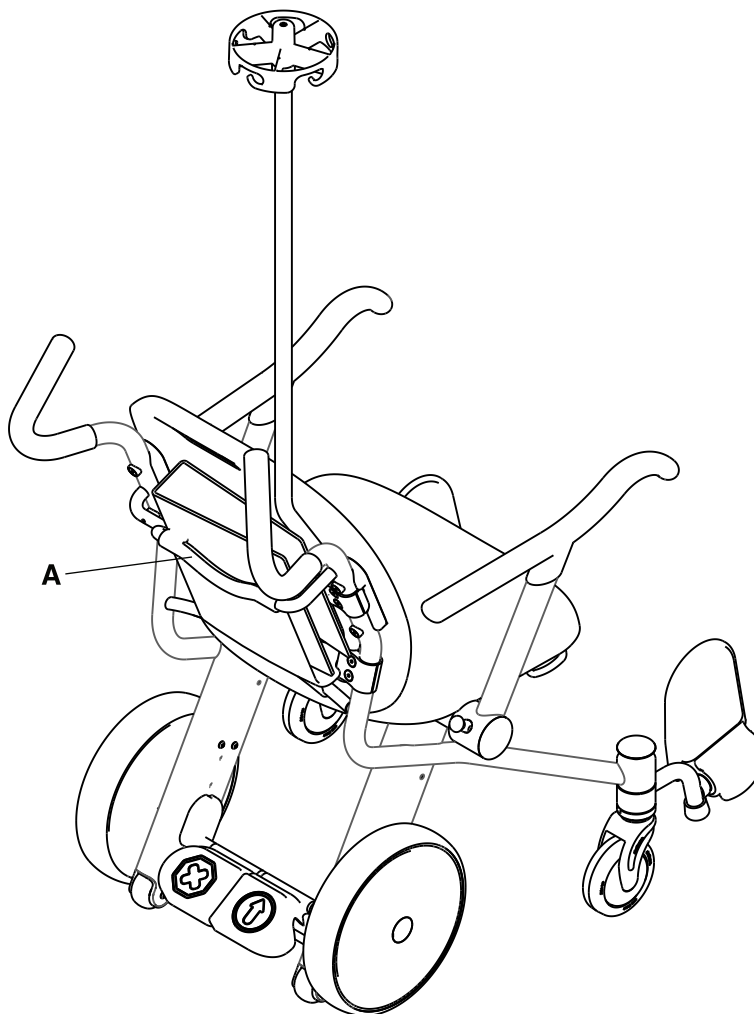

Abbildung 3-12: Aufbewahrung von Unterlagen im Krankenaktenhalter
Im Krankenaktenhalter können Unterlagen des Insassen aufbewahrt und transportiert werden (A) (Abbildung 3-12 auf Seite 3-23). Der Krankenaktenhalter bietet Platz für einen 8 cm dicken Aktenordner.